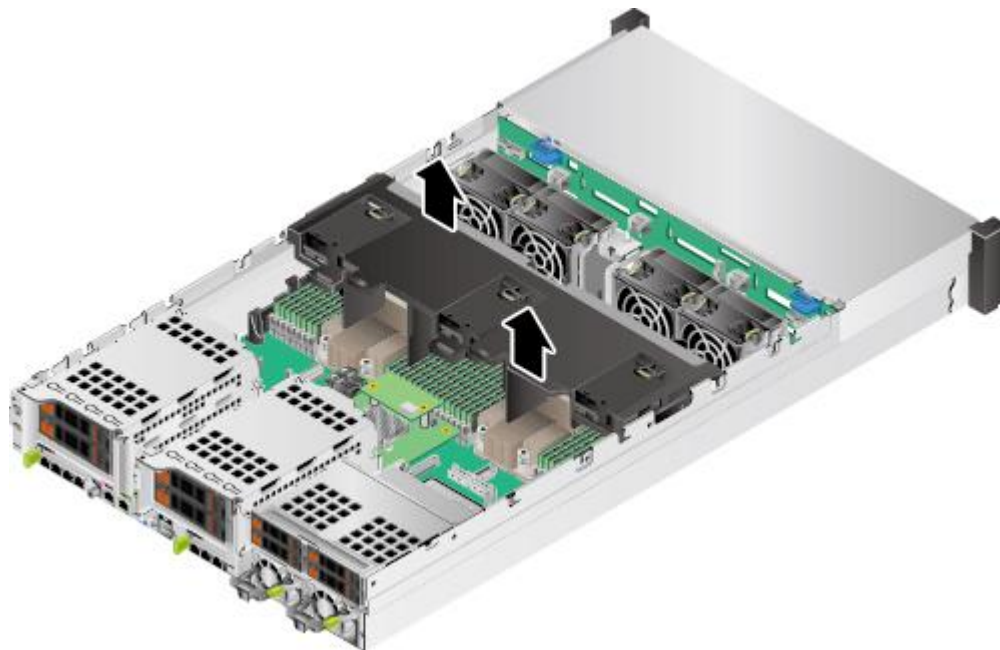

图 3-17 拆卸导风罩
8. 根据导风罩上的提示手位标识向上抬起导风罩，如图 3-17 所示。